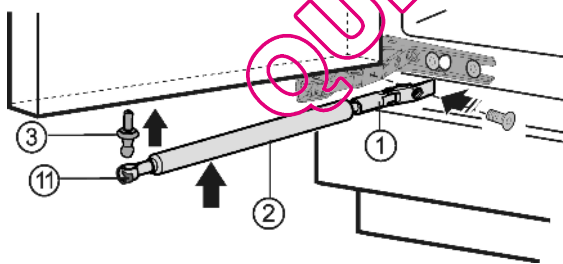

Fig. 5
- Visser le pivot sphérique Fig. 5 (3) à fond dans le nouveau trou de fixation avec 4 Nm (Torx® 25).
- Remettre le ressort tendeur Fig. 5 (11) à l'intérieur.
- Visser le support Fig. 5 (1) avec un couple de serrage de 3 Nm.
- Accrocher l'amortisseur Fig. 5 (2) de fermeture au tourillon.